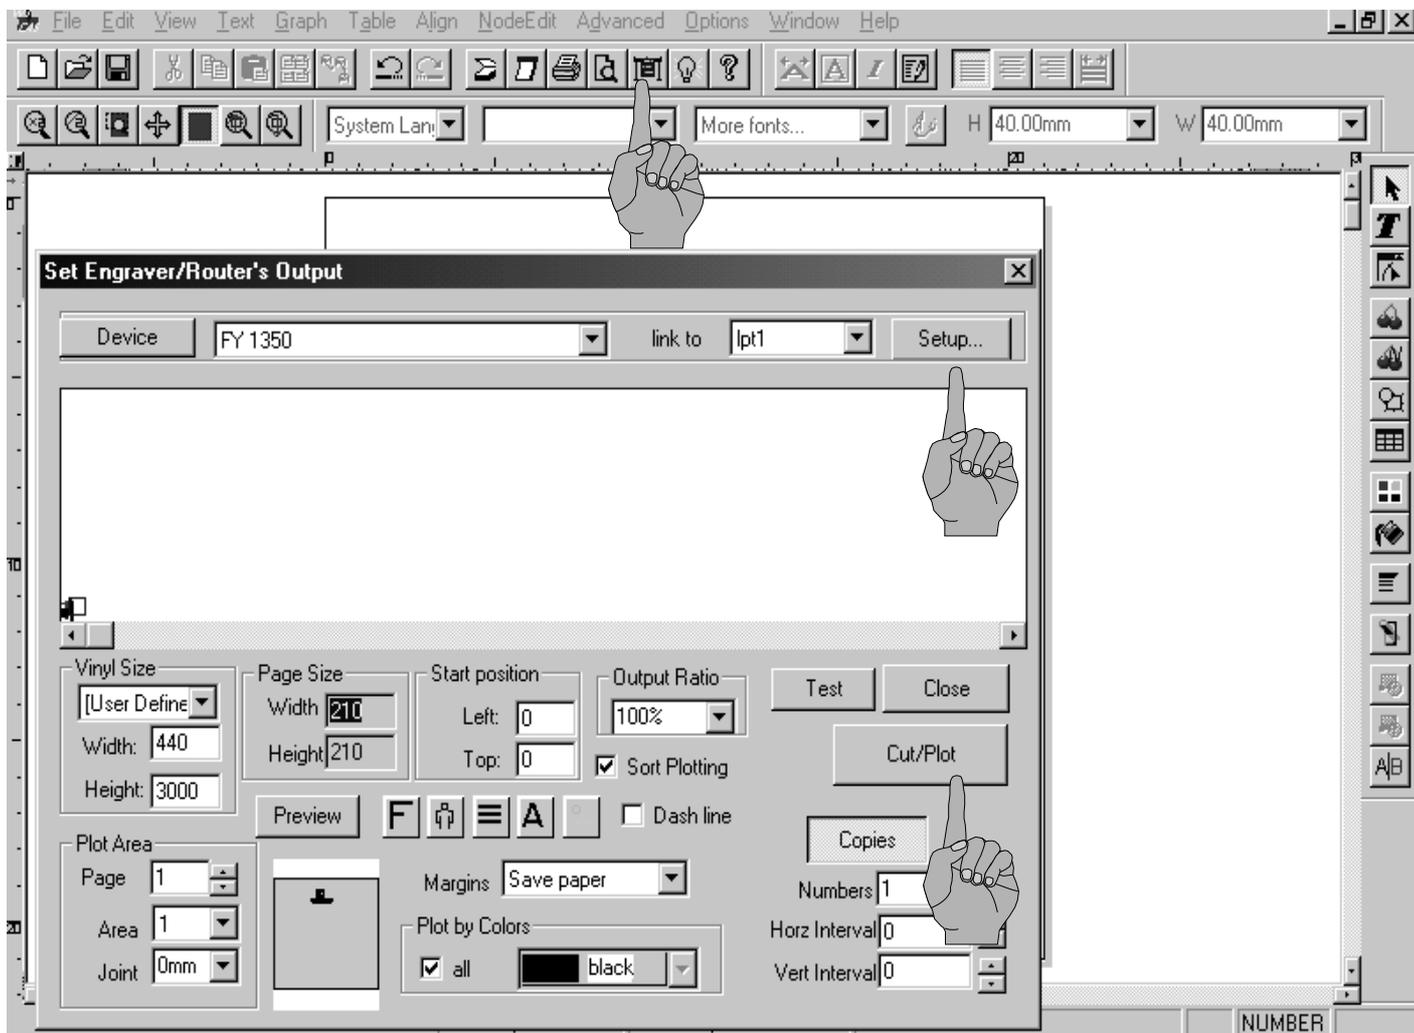
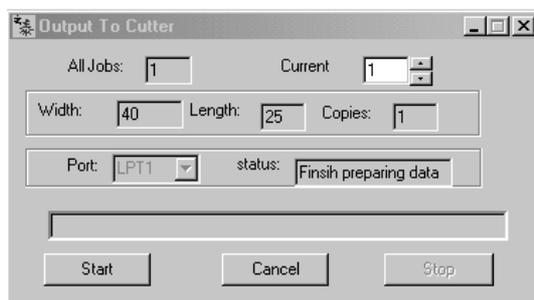

Рис. 3
Рис. 7
4. Для перехода в меню настройки плоттера нажмите на клавишу “Cut/Plot”  появится окно “Set Engraver/Router’s Output” (см. рис.3).
5. Для настройки параметров плоттера: коррекции углов “SharpAngle” и замыкания контура “Close”, в окне “Set Engraver/Route’s Output” нажмите клавишу “Setup...” (см. рис.3), появится окно настройки “Device Setup” (см. рис.5).
6. После настройки всех параметров, нажмите клавишу “Cut/Plot”  (см. рис.3). В появившемся окне “Output To Cutter”, нажмите клавишу “Start” (см. рис.7).